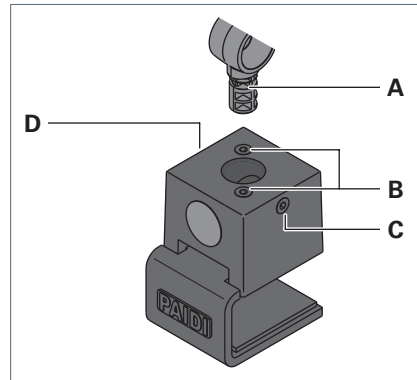

Fig. 1: Montage du luminaire.
- ▶ Fixez la pince de fixation sur la surface de montage à l'aide des vis **B**, voir Fig. 1.